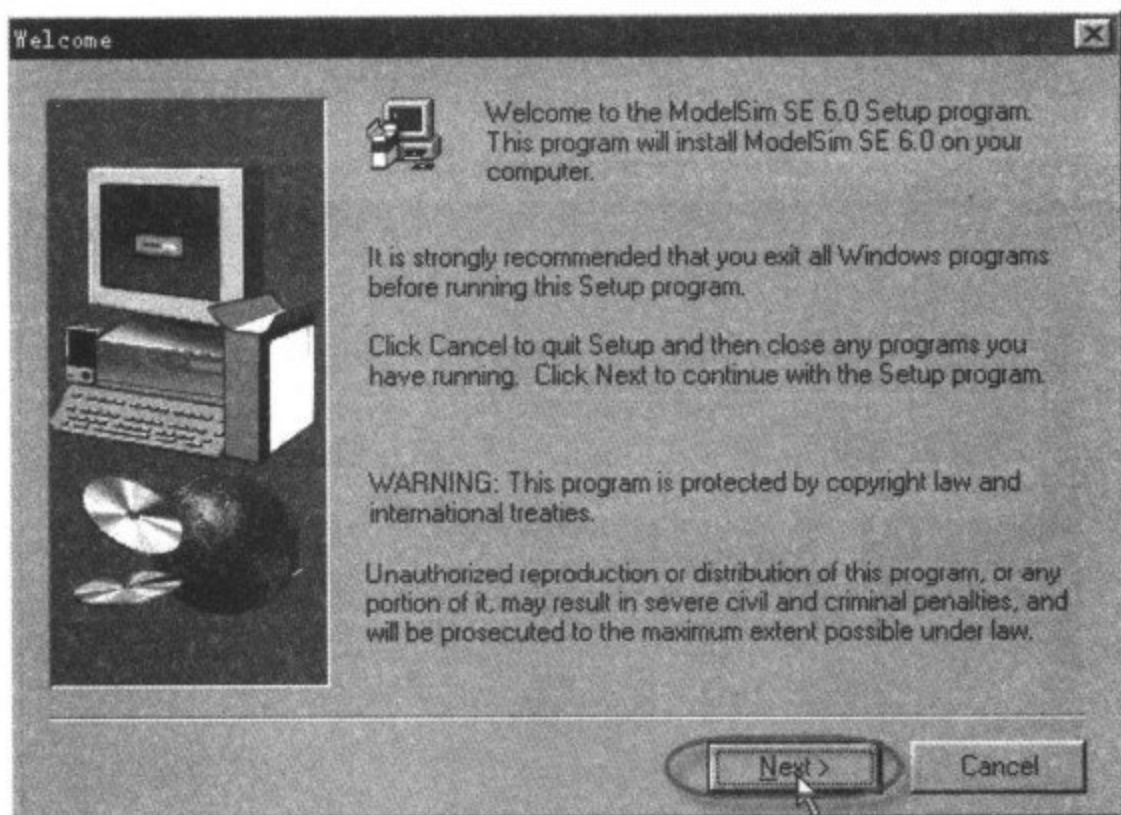

图 3-54 欢迎画面
(2) 接着出现欢迎画面, 如图 3-54 所示, 然后单击 Next。